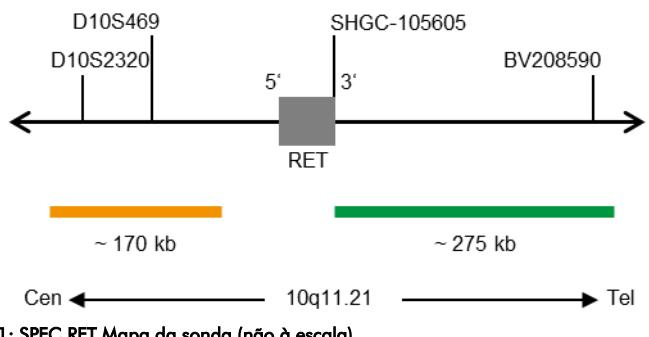

Fig. 1: SPEC RET Mapa da sonda (não à escala)
- Polinucleótidos marcados com ZyGreen (excitação 503 nm/emissão 528 nm) (~10 ng/μl), que têm como alvo sequências mapeadas em 10q11.21* (chr10:43,626,274-43,902,346) distal à região do ponto de quebra RET (ver Fig. 1).
- Polinucleótidos marcados com ZyOrange (excitação 547 nm/emissão 572 nm) (~4,5 ng/μl), que têm como alvo sequências mapeadas em 10q11.21* (chr10:43,340,888-43,510,171) proximais à região do ponto de quebra RET (ver Fig. 1).